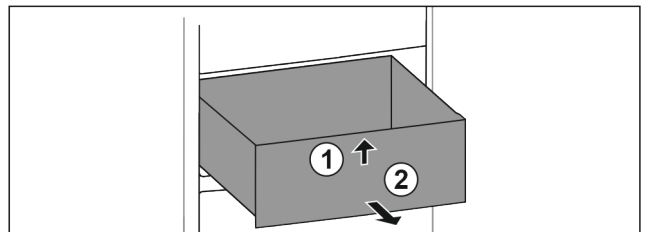

Fig. 131
- ▶ Lade aan de voorkant optillen. Fig. 131 (1)
- ▶ Lade naar voren toe verwijderen. Fig. 131 (2)